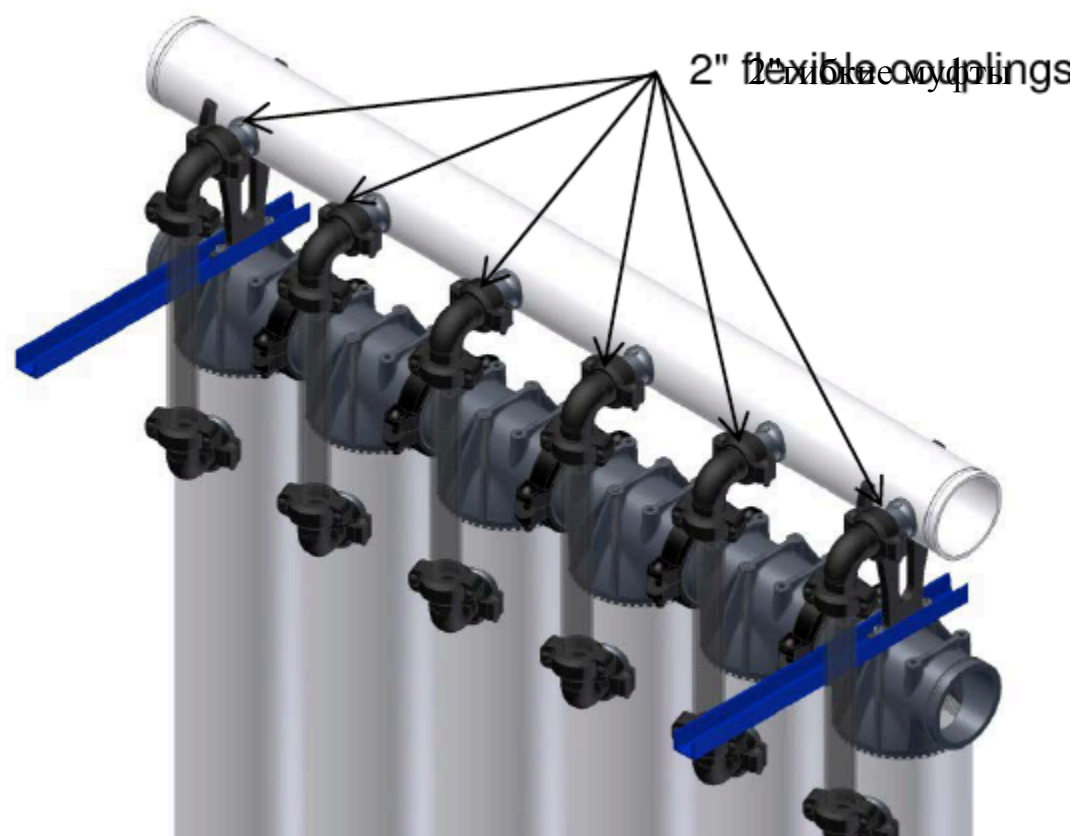

Рисунок 10-27: Крепление прозрачного 2-дюймового фильтра для подключения модулей к фильтрату коллектор
9. Подсоедините колена прозрачных модулей под углом 90°. 2" фильтропроводы модулей к коллектор фильтра с использованием 2" гибких муфт (см. Рисунок 10-27). Убедитесь, что уплотнения муфт установлены правильно и герметичны.